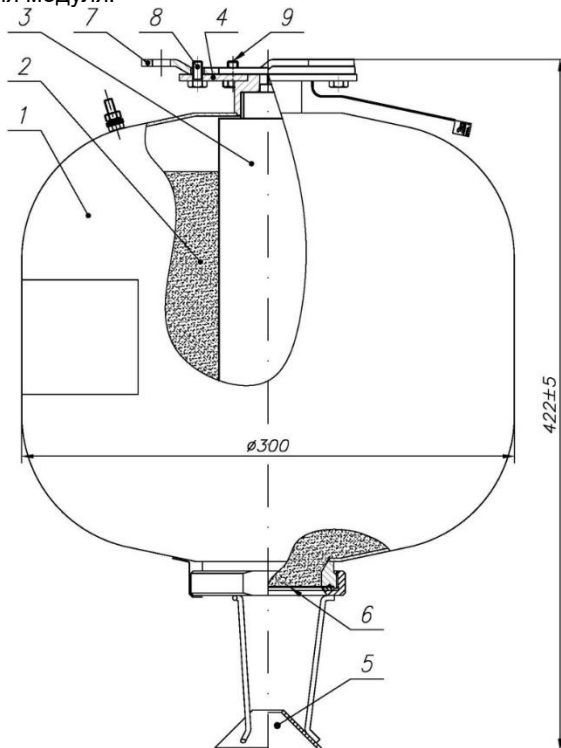

Рисунок 1 - Устройство модуля порошкового пожаротушения Буран-15И
6.5 Соединить держатель модуля 4 (рис. 1) с кронштейном 7 так, чтобы головки болтов 9 вошли в широкие части пазов держателя модуля. После этого повернуть модуль вокруг оси до упора, болты при этом заходят в узкие части пазов и удерживают модуль в подвешенном состоянии. Зафиксировать от поворота модуль относительно кронштейна болтом 8. Затянуть болты 9.
– Слесарным зубилом разрушить мембрану (поз. 6, рис.1). Высыпать огнетушащий порошок в полиэтиленовый мешок или другую водонепроницаемую емкость. Производственные помещения, в которых производится работа с огнетушащим порошком, должны быть оборудованы приточно-вытяжной вентиляцией, обеспечивающей движение воздуха со скоростью от 0,3 м/с до 0,7 м/с. При проведении работ необходимо соблюдать меры предосторожности, указанные в п.5.2 и 5.3. Порошок утилизировать согласно п.5.3.